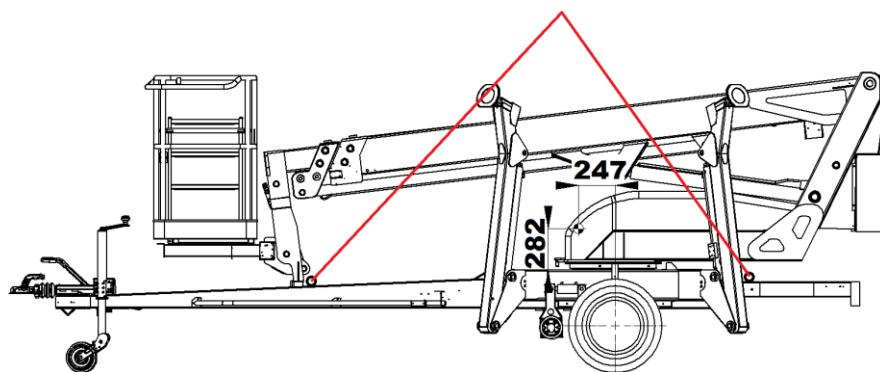

Abb.6. Heben mit Kran
- Die Maschine kann mithilfe den Hebeösen laut Abb.6.angehoben werden. Die Hebeösen befinden sich an den gleichen Stelle der Maschine.